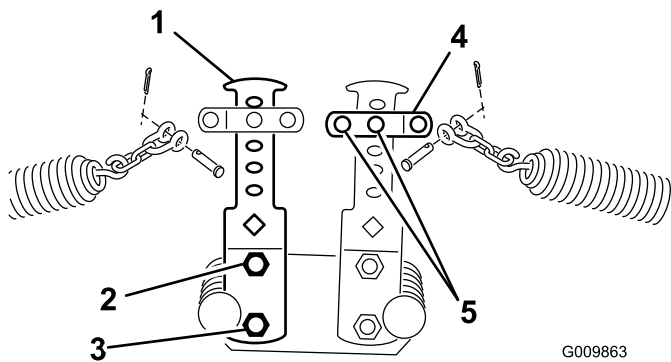
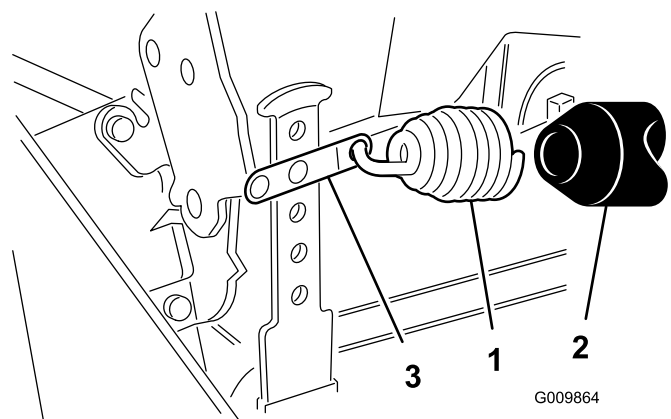

Figura 15
Figura 16
4. Fixe a outra extremidade da mola no furo adequado (ver abaixo) nos braços de contrapeso dianteiro e traseiro (Figura 15 e Figura 16) com o aro de mola com a corrente, manilha, pino de segurança e contrapeso.
- Fixe a outra extremidade da mola ao segundo furo a contar de cima com o aro de mola com a corrente, manilha, pino de segurança e contrapeso (Figura 15).
- Nos braços de contrapeso traseiros, instale a cobertura de vinil por cima da mola antes de prender a outra extremidade da mola ao aro de mola no segundo furo a contar de cima (Figura 16).
- Fixe a parte inferior do braço de contrapeso à estrutura com o parafuso e a porta anteriormente retirados. Aperte o parafuso superior (Figura 15).